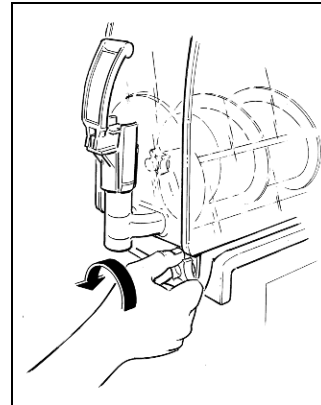

Fig. 1
Instale el equipo en una superficie horizontal y sólida obrando de tal forma que el bastidor del equipo esté bien aireado (al menos 20 cm de espacio libre, fig.1), instale el equipo en un ambiente seco y evite montarlo cerca de
- **D**estornille y extraiga los pomos (véase fig.1).